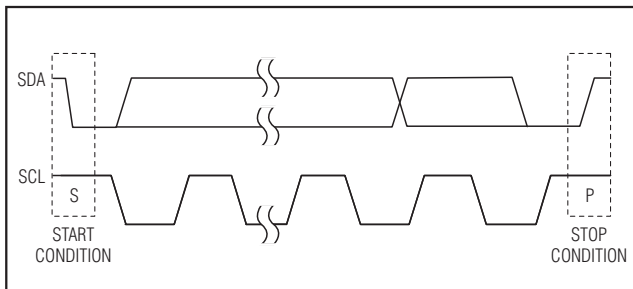
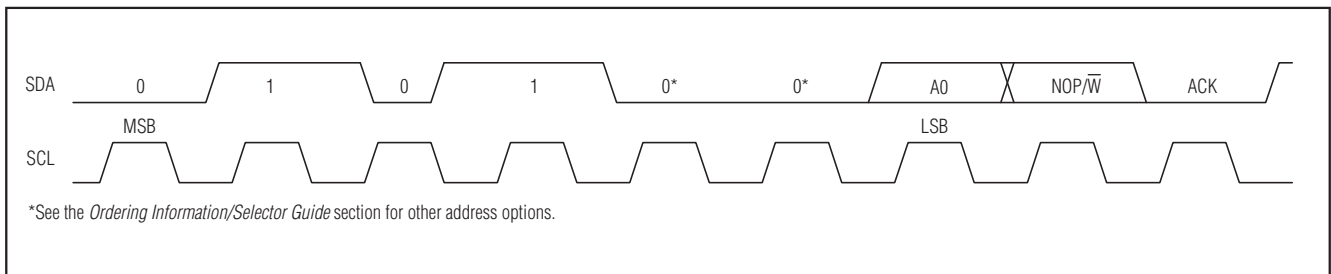
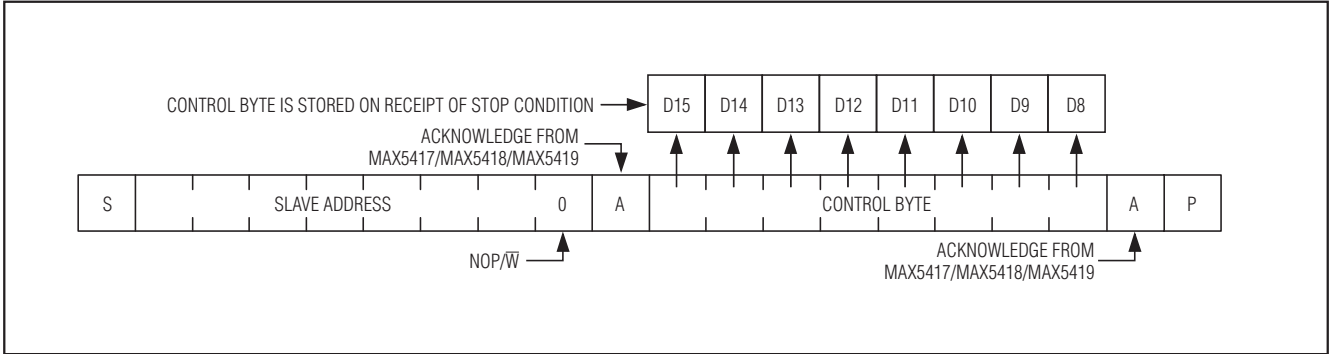
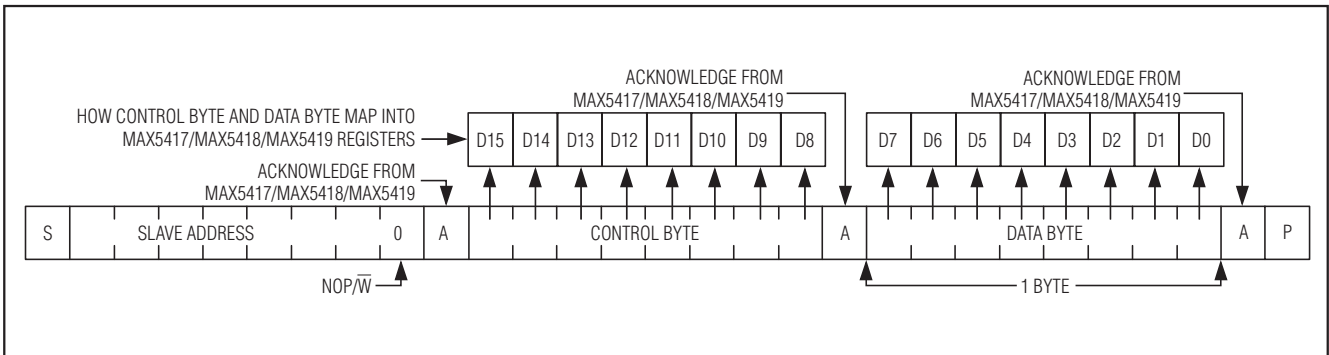

図3. STARTおよびSTOP条件
図4. スレーブアドレス
図7. 受信したコマンドバイト
図8. 受信したコマンドバイトおよびシングルデータバイト
各伝送はマスターが送信するSTART (S)条件(図3)、その後にMAX5417/MAX5418/MAX5419の7ビットスレーブアドレス+8番目のビット(図4)、コマンド1バイト(図7)およびデータ1バイトおよび、最後にSTOP (P)条件で構成されます(図3)。
インタフェースがビジーでない場合、SDAとSCLの両方はハイに留まります。マスターはSCLがハイの間にSDAをハイからローに遷移させるSTART条件によって伝送の開始を知らせます。マスターがスレーブとの通信を終了したとき、マスターはSCLがハイの間にSDAをローからハイに遷移させてSTOP条件を発行します。その後、バスは別の通信のために開放されます(図3)。
MAX5417/MAX5418/MAX5419は7ビット長のスレーブアドレスを備えています(図4)。7ビットの
MAX5417/MAX5418/MAX5419への書き込みは8番目のビットをゼロに設定したデバイスのスレーブアドレスに続く最低1バイトの情報で構成されます(図7)。最初の情報バイトはコマンドバイトです。コマンドの後に受信するバイトはデータバイトです。最初のデータバイトはコマンドバイトによって選択されるMAX5417/MAX5418/MAX5419の内部レジスタに入ります(図8)。